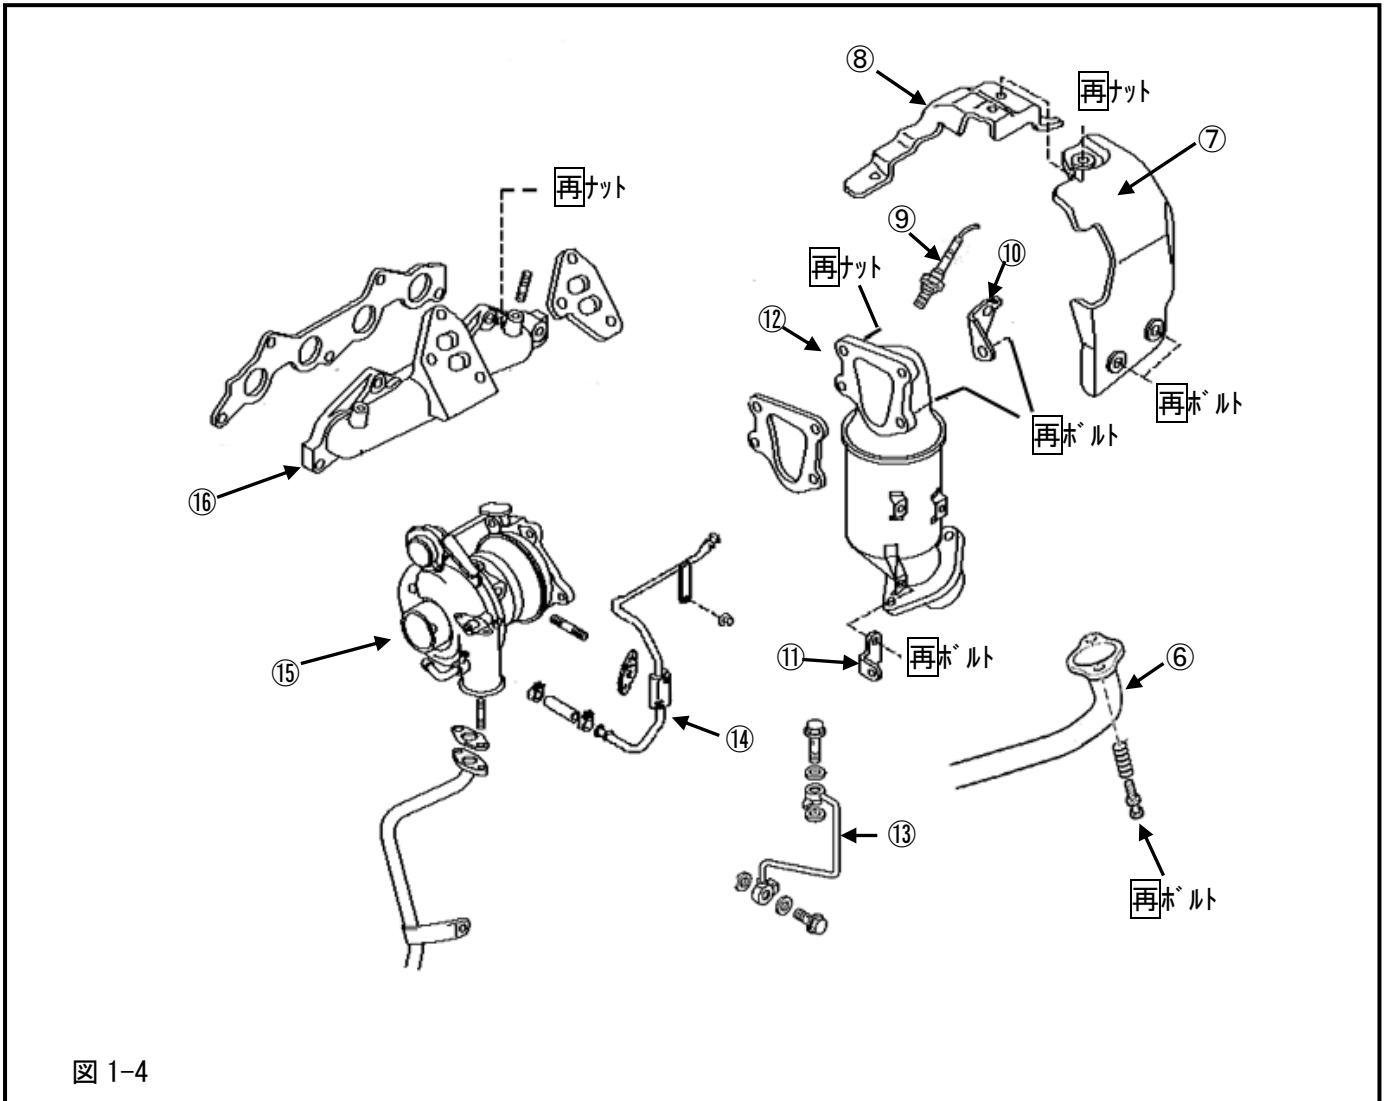

図 1-4
(6) ⑥～⑯を取外してください。(図 1-4)
- (1) 1. (6) で取外した⑩, ⑪, ⑫を取付けてください。(図 1-4, 図 2-1)
- (2) 1. (6) で取外した⑦, ⑧を取付けてください。(図 1-4)
- (3) 1. (6) で取外した⑥を取付けてください。(図 1-4)